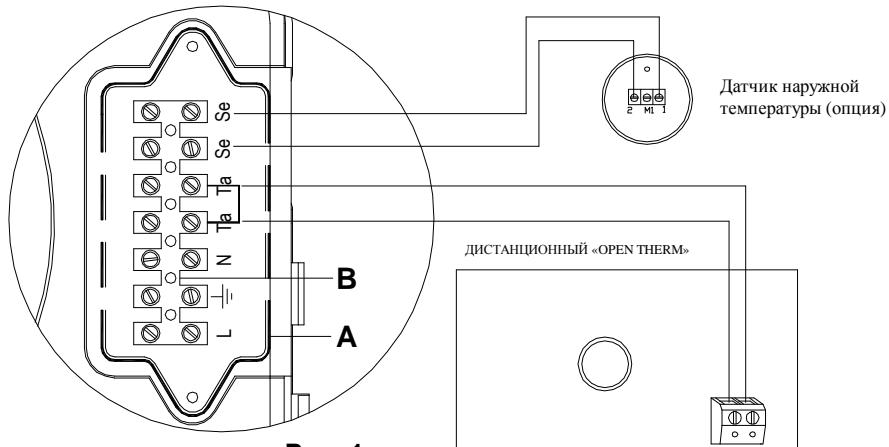

Рис. 1
- c. Ослабьте винты и снимите пластину А (см. рис. 1).
- c. Ослабьте винты и снимите пластину A (см. рис. 1).